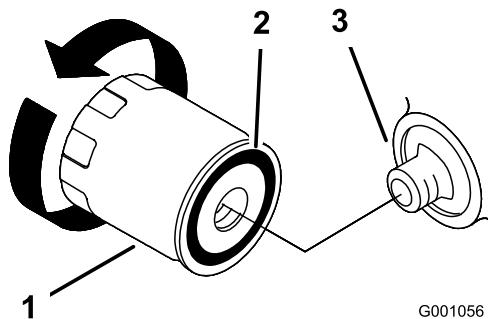

Bild 49
7. Entfernen Sie den AltfILTER (Bild 48 und Bild 49) und wischen Sie die Dichtfläche am Anbaustutzen ab.